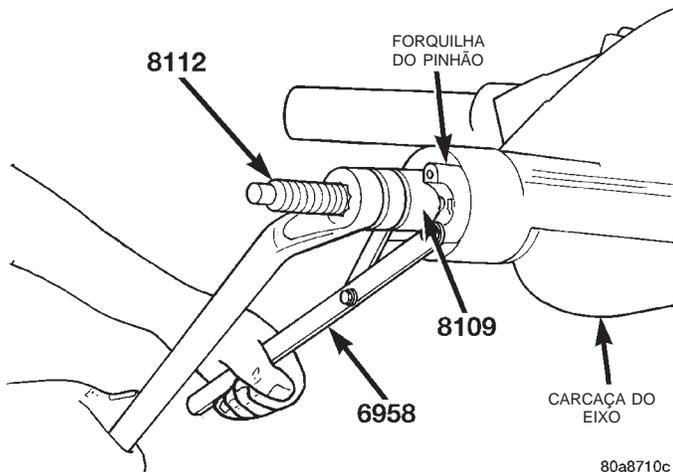

Fig. 8 Instalação da Forquilha do Pinhão
(3) Instale o protetor de vedação novo do pinhão para a forquilha do pinhão.
(4) Instale a forquilha na engrenagem do pinhão com Parafuso 8112, Capa 8109 e Suporte 6958 (Fig. 8).